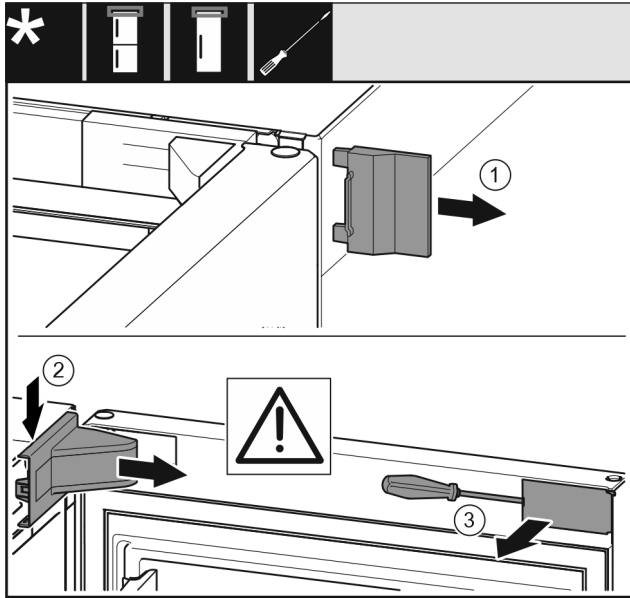

Fig. 4
- ▶ 取下外盖。 Fig. 4 (1)
- ▶ 拆卸并松开托架盖。取下托架盖。 Fig. 4 (2)
- ▶ 使用带槽螺丝刀松开隔板并把它转到一边。 Fig. 4 (3)